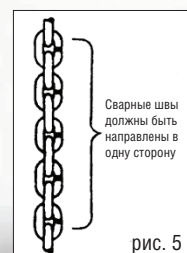

рис. 5
- Грузоподъемность каждого тельфера должна соответствовать массе поднимаемого груза. Проверьте, чтобы цепь у нижнего крюка не перекручивалась. Все сварные швы должны быть направлены в одну сторону (рис. 5).
- Во время перетаскивания груза оператор должен стоять со стороны верхнего крюка и с противоположной стороны от рукоятки. Если рука соскользнет с рукоятки, рукоятка вернется в исходное положение в противоположную от оператора сторону (Рис. 5).